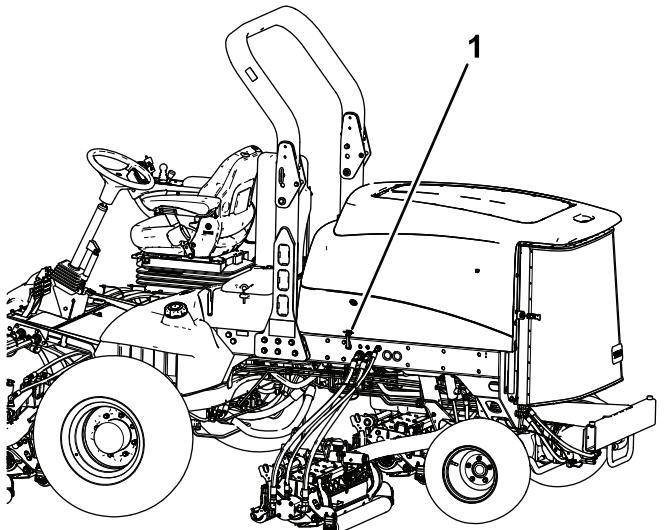

Figure 47
1. Ouvrez les loquets (Figure 47) du capot et faites pivoter celui-ci pour l'ouvrir.